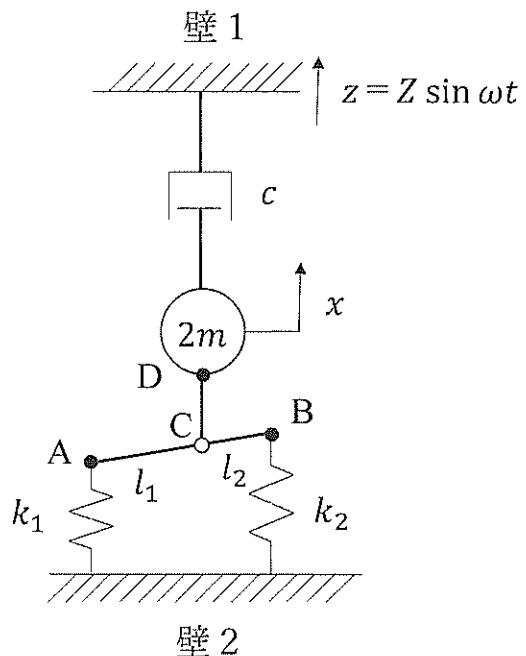

図 1 振動系
図 1 の振動系を考える。壁 1 から減衰係数 c のダンパーで質量 $2m$ のおもりがつながれている。また、壁 2 からばね定数が k_1 のばねとばね定数が k_2 のばねがつながれた質量の無視できる棒 AB がある。この棒は C 点まわりに質量の無視できる棒 CD に対して回転できる。また、おもりは棒 CD につながれている。ばねの伸びは棒 AB の長さに比べて十分小さく、点 A, 点 B, 点 C, 点 D は常に上下に動くものとする。AC = l_1 , BC = l_2 のとき以下の問い合わせに答えよ。
(1) 点 D から下の部分を考える。点 D を鉛直上方向に力 F で引っ張ったときを考える。点 A, 点 B のばねの自然長からの伸びをそれぞれ d_1 , d_2 とする。 d_1 , d_2 を F を用いて示せ。
(2) 問い (1) のとき点 C の移動量を d_0 とする。 d_0 を d_1 , d_2 を用いて示せ。また、 F と d_0 の関係から点 D から下の部分の等価なばね定数 k_e を求めよ。
(3) 壁 1 が $z = Z \sin \omega t$ で動くとき、おもりのつりあいの位置からの変位を x として、図 1 の系の x についての運動方程式を示せ。 k_e を用いてよい。
(4) m , c , k_e を用いて系の不減衰固有円振動数 ω_n , 減衰比 ζ を示せ。この系が不足減衰であるとき減衰比 ζ の値はどのような範囲にあるか式で示せ。
(5) おもりの変位振幅を X とするとき、振幅倍率 $M = |X/Z|$ を無次元固有円振動数 $\lambda = \omega/\omega_n$ と減衰比 ζ を用いて示せ。